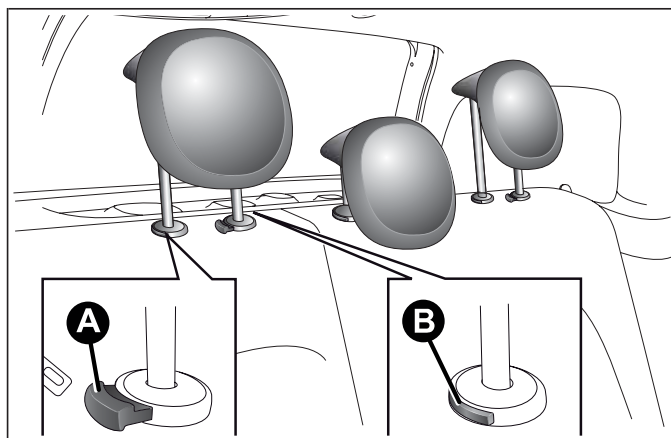

fig. 20
Regolazione verso il basso: premere il tasto A fig. 20 ed abbassare l'appoggiatesta.
- premere i tasti A e B fig. 20 a lato dei due sostegni, quindi rimuovere gli appoggiatesta sfilandoli verso l'alto.